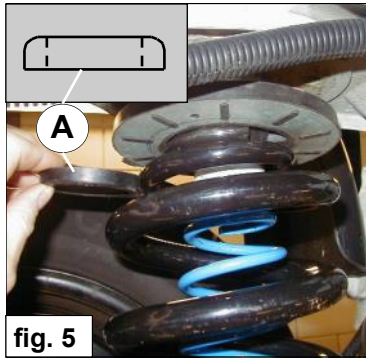

fig. 5
6. Comprimez légèrement le ressort auxiliaire vers le bas et placez la rondelle en plastique A, côté arrondi vers le haut, sur le ressort auxiliaire C. Voir fig. 5.